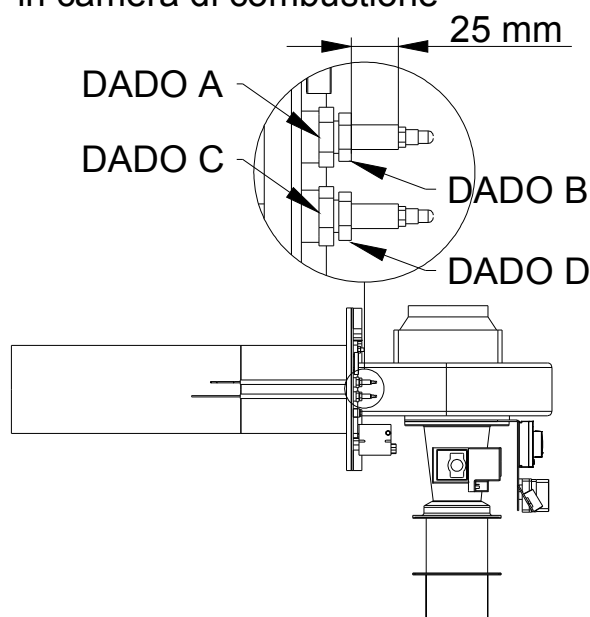

Fig. 1
7. assicurarsi che l'elettrodo sia inserito correttamente in camera di combustione (fig. 1);